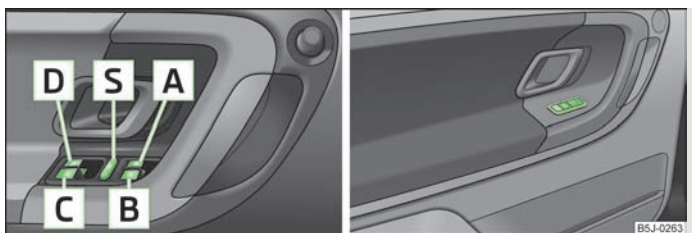

Fig. 18 Teclas en la puerta del conductor/en las puertas traseras
- Si se transporta niños en los asientos traseros, se recomienda poner fuera de funcionamiento los elevalunas eléctricos de las puertas traseras (conmutador de seguridad) **S** » fig. 18.
Se puede poner fuera de servicio de las teclas en las puertas posteriores pulsando el interruptor de seguridad » fig. 18. Se ponen de nuevo en funcionamiento las teclas en las puertas traseras pulsando repetidamente el conmutador de seguridad .